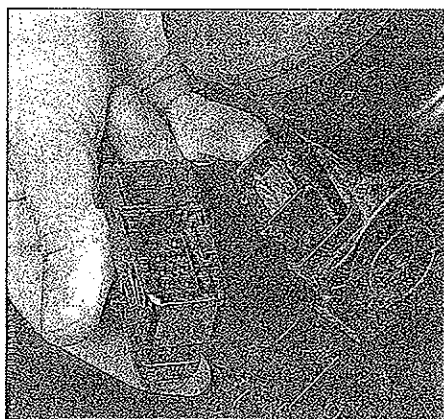

FIG. 11
• Desconectar el cableado eléctrico (fig. 11).